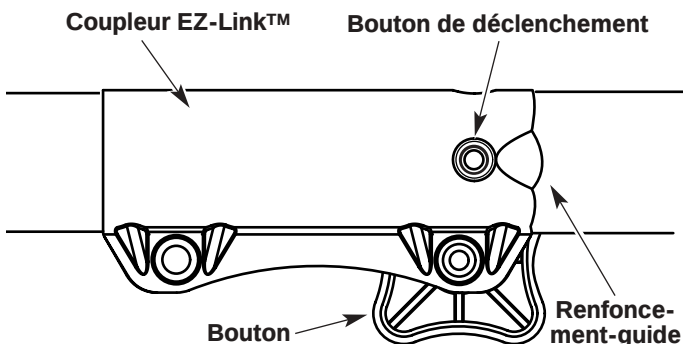

Fig. 6
1. Dévissez le bouton vers la gauche (Fig. 6).
2. Appuyez sur le bouton de déclenchement et maintenez-le enfoncé (Fig. 6).
NOTE : aligner le bouton de déclenchement avec le renfoncement-guide facilitera l'installation (Fig. 6).